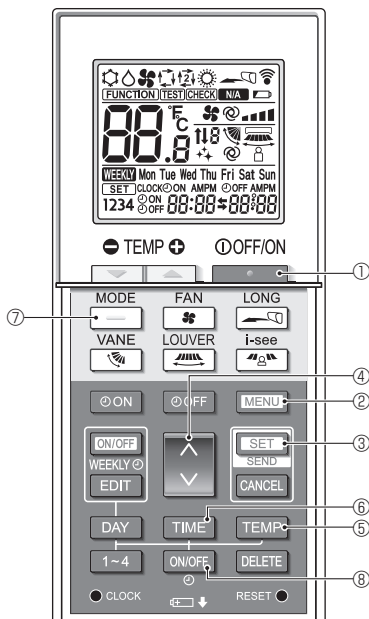
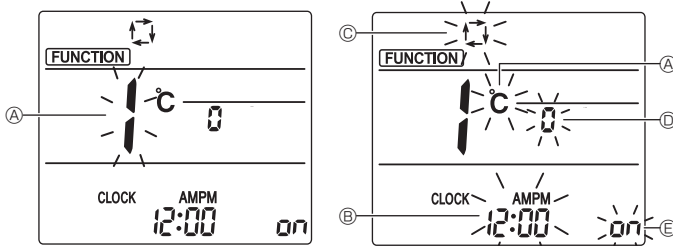

Fig. 6-9
Fig. 6-10
| Item                   | Instelling                | Fig. 6-10 |
- 1 Druk op de toets [STOP] ① om de airconditioner te stoppen.
- 2 Druk op de toets [MENU] ②. Het functie-instellingsscherm wordt weergegeven en het functienummer A knippert. (Fig. 6-9)
- Druk op de toets ↓ ④ om het functienummer te wijzigen.
- 3 Controleer of functienummer 1 wordt weergegeven en druk op de toets [SET] ③. Het scherm voor het instellen van de weergave wordt weergegeven. (Fig. 6-10)